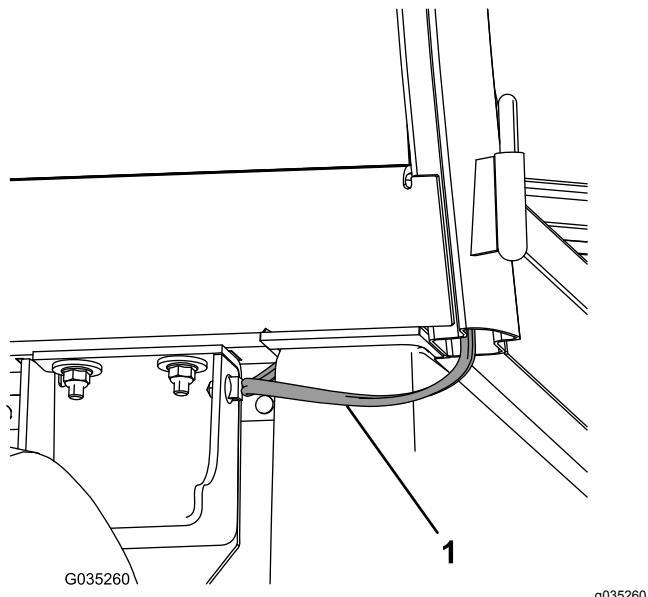

Figura 19
4. Encaminhe a cablagem por trás da cabina e debaixo do banco e prenda o clipe na cablagem ao painel lateral (Figura 19).
3. Encaminhe a cablagem por trás da cabina e debaixo do banco e prenda o clipe na cablagem ao painel lateral (Figura 19).